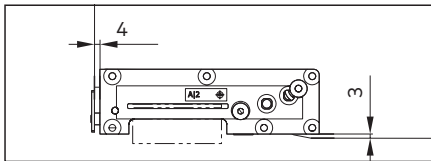

Abb. 8 Den Beschlag ausrichten
- Den Beschlag am Glas ausrichten (Abb. 8).